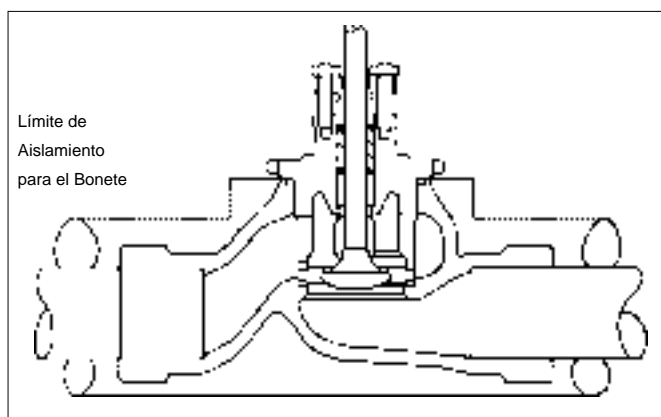

Figura 2: Aislamiento del Cuerpo
10. El aislamiento debe ser suministrado como se muestra en la Figura 2. Asegurese de drenar lejos del area del empaque cuando instale totalmente, selle y cubra para instalaciones exteriores.